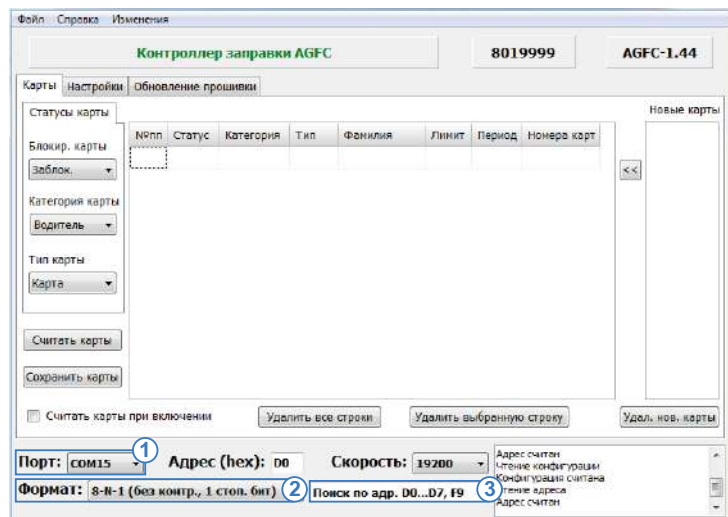

Рис.1. Поиск устройства по диапазону адресов ТРК.
- в программе «AGFCConf» выбрать COM-порт к которому подключен ТРК (Рис. 1, п. 1).
- настроить формат передачи. По умолчанию – 8-N-1 (Рис. 1, п. 2);
- выбрать диапазон адресов ТРК «AGFC» – Поиск по адресам D0...D7, F9 (Рис. 1, п. 3);